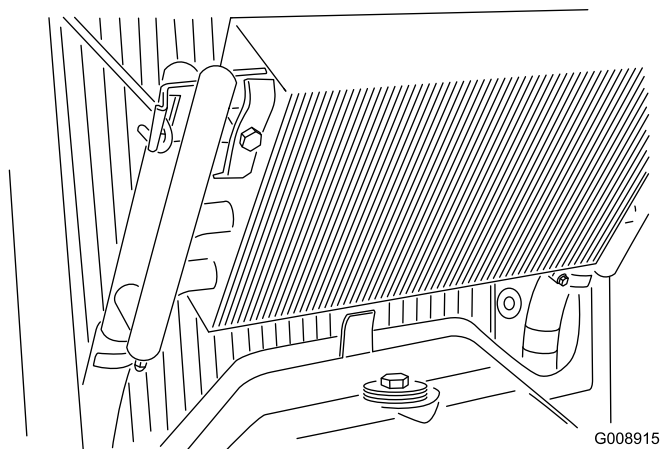

Рисунок 67
4. Откройте защелку маслоохладителя и поверните его назад (Рисунок 67).